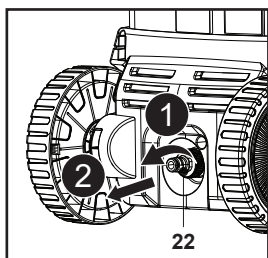

Fig. 21
1. Retirer l'adaptateur d'arrivée d'eau (22) du raccord d'arrivée d'eau (12) (Fig. 21).